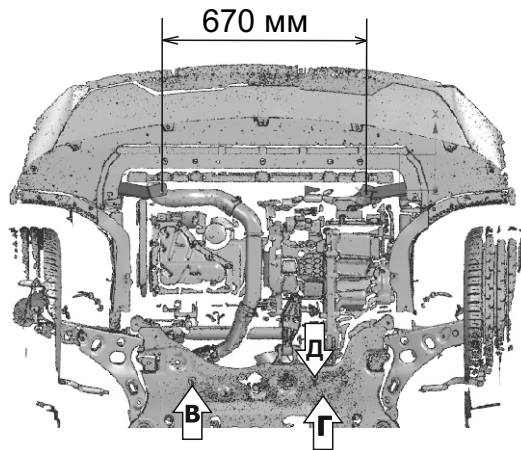
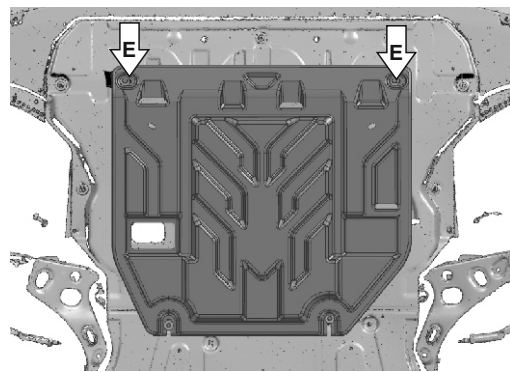

Рис. 2
Рис. 3
4. Установить гайки закладные М6 с усиком в подрамнике. В левой части подрамника закладную М6 установить над отверстием (В), в правой части подрамника закладную М6 протянуть через отверстие (Г) и установить над отверстием (Д), закрепив закладную усиком в отверстиях (Г) (рис.2).
6. В гайки закладные М6 вкрутить болты М6х40 с шайбами 6 и 8 через втулки 14 мм (В) и (Д) (рис.2).
7. Установить защиту поверх штатного пыльника. Заднюю часть защиты завести открытыми пазами на вкрученные болты М6х40 с шайбами 6 и 8 через втулки 14 мм (В) и (Д) (рис.2). Переднюю часть защиты закрепить болтами М8х25 с шайбами 8 к установленным кронштейнам (Е) (рис.3).